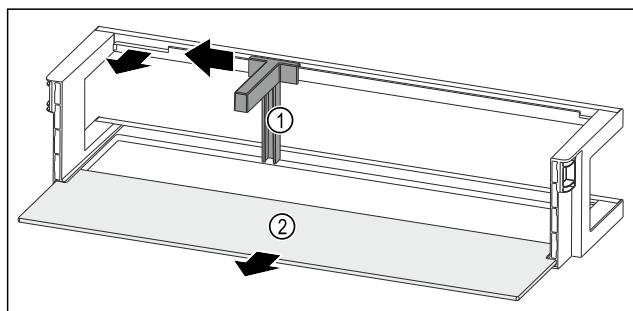

Fig. 223 Дверная полка с держателем для бутылок и съемной полкой
- Сместите держатель для бутылок Fig. 223 (1) до выемки в сторону.
- Извлеките держатель для бутылок Fig. 223 (1).
- Извлеките съемную полку Fig. 223 (2).